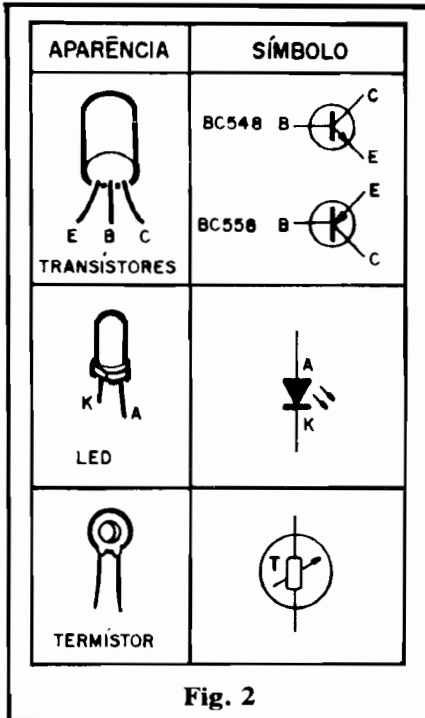

Fig. 2
- FIG. 2 - Principais componentes do circuito, em suas aparências, símbolos e eventuais identificações de terminais. Observem que (conforme já foi "ameaçado" várias vezes, nas últimas "Aulas"... ) não mais mostraremos os componentes extremamente comuns, passivos, feito Resistores, Capacitores, etc. (quem ainda não aprendeu, depois de 11 "Aulas" a reconhecer visualmente um Resistor ou um Capacitor, faz melhor em abandonar as pretensões de aprendizado da Eletrônica, e matricular-se num Curso de Pintura de Paisagens Sobre Cabeças de Alfinete, ou coisa assim...). Apenas os componentes ativos ou